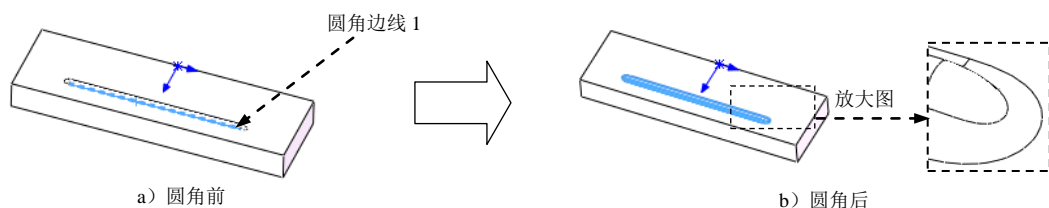

图 13.2.27 圆角 1
(4) 单击 ☒ 按钮，完成扫描 1 的创建。
Step8. 创建图 13.2.27 所示的圆角 1。选择下拉菜单 **插入(I)** → **特征(F)** → **圆角(U)...** 命令；选取图 13.2.27a 所示的边线为要圆角的对象，在  文本框中输入圆角半径值 1。